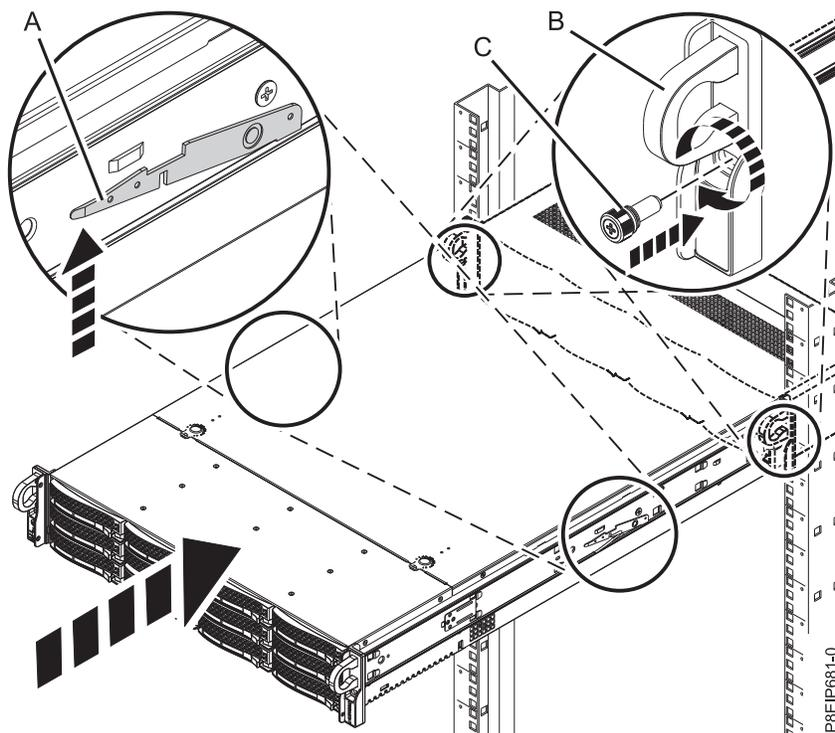

Figura 99. Colocando o sistema na posição de operação
4. Libere as travas de segurança do trilho (A) erguendo-as, conforme mostrado na Figura 99, em seguida, empurre o sistema totalmente para dentro do rack.